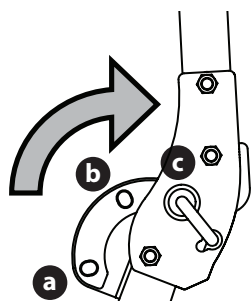

Fig. 5
2. Lorsque les deux goupilles de verrouillage sont bloquées en position de RÉGLAGE, soulevez et tournez lentement la SPCR de la position TRANSPORT (a), au-delà de la position TRANSPORT AVEC DISPOSITIF D'ENSACHAGE (b) et jusqu'à la position FONCTIONNEMENT (c) (Fig. 5).